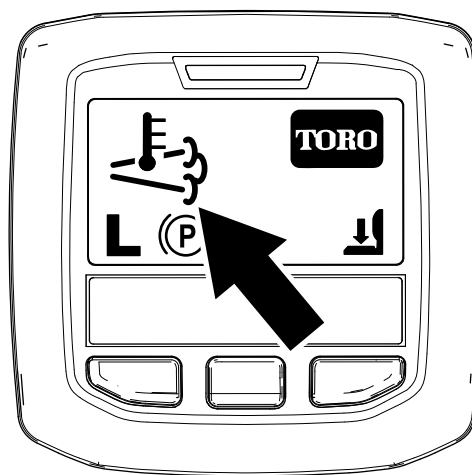

Рисунок 74
- Значок высокой температуры выхлопа отображается на экране инфо-центра (Рисунок 74).